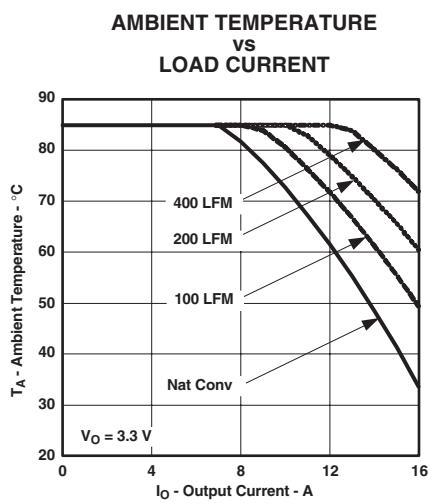
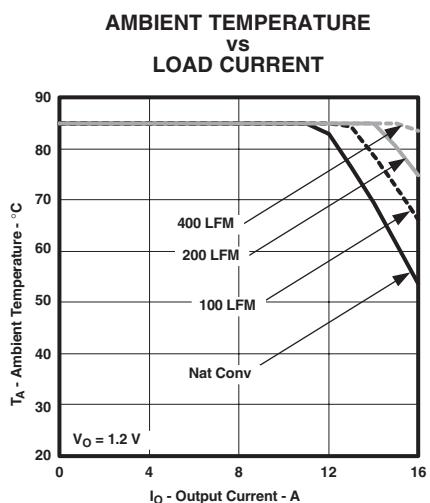

図 4
図 5
(2) 温度ディレーティング曲線は、内部部品の動作温度が弊社指定の最高動作温度以下になる条件を示します。このディレーティング制限は、2オンスの銅を使用した、100mm × 100mmの両面基板に直接半田付けされたモジュールに対して適用されています。表面実装パッケージ(ASおよびAZ)には、複数のビアを使用する必要があります。詳細は機構仕様を参照願います。以上は図4、図5に適用されます。